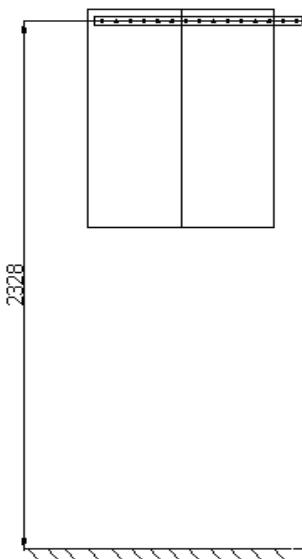
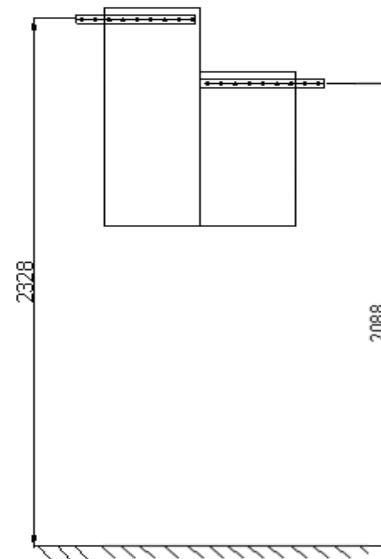

Рис. 8
Рис. 10
1. Разметить и закрепить монтажную шину. Высота крепления зависит от высоты верхних навесных шкафов, и может быть одноуровневой (Рис. 8, 9), либо разноуровневой (Рис. 10). На рисунках указаны стандартные высоты от пола до центра отверстий нашине